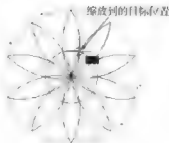
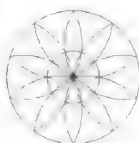

图4-35
图4-36
**步骤8:** 将光标移到缩放的目标点, 如图4-35所示。单击鼠标左键完成复制缩放操作, 效果如图4-36所示。